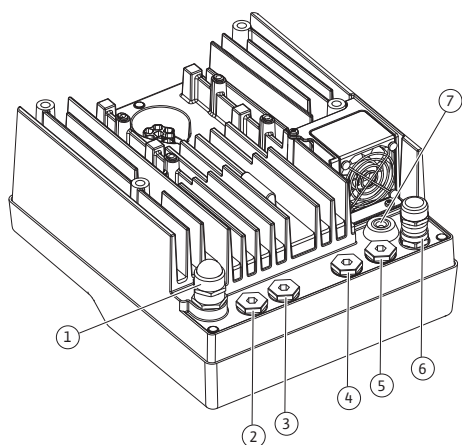

Fig. 19: Káblové priechodky so závitom/káblové vstupy
4. Pripojovací kábel je nutné viesť cez káblovú priechodku M25 (Fig. 19, pol. 1). Utiahnite káblovú priechodku s udaným krútiacim momentom.